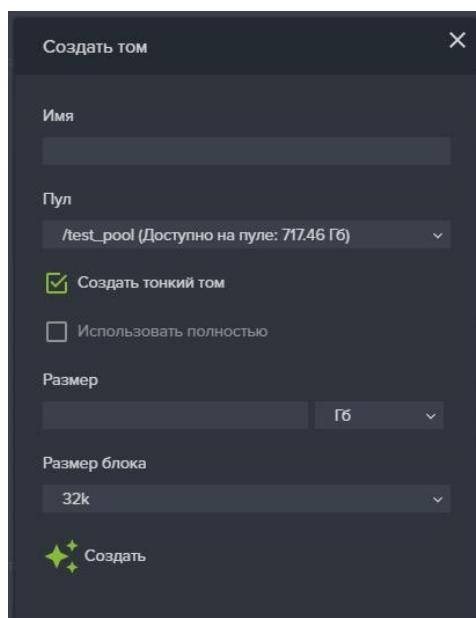

Рисунок 46. Создание тома
- Нажмите на кнопку «Создать том», откроется одноименное окно (см. Рисунок 46).